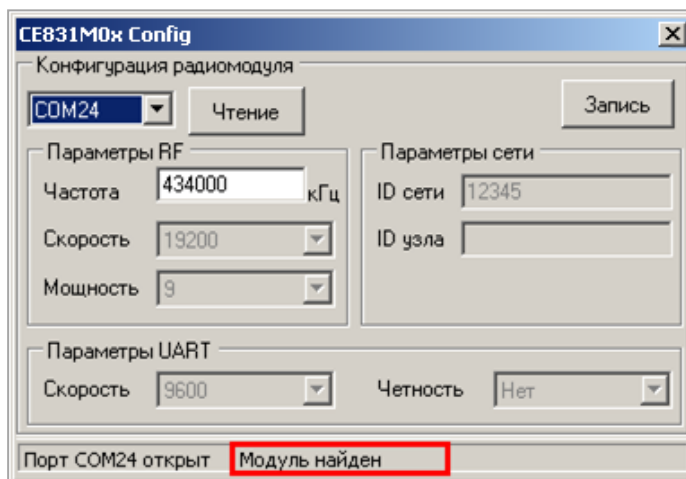

Рисунок 15 – Строка статуса после установления связи с радиомодулем
5.3.3.3.13 Подать питание на счетчик, при этом в строке статуса должна появиться надпись, «Модуль найден» (см. рисунок 15). В случае если модуль не
5.3.3.3.14 После того, как связь с радиомодулем счетчика установлена, частоту радиоканала радиомодуля можно изменить (если требуется). Для этого необходимо ввести новое значение частоты в соответствующее поле ввода (см. рисунок 15).